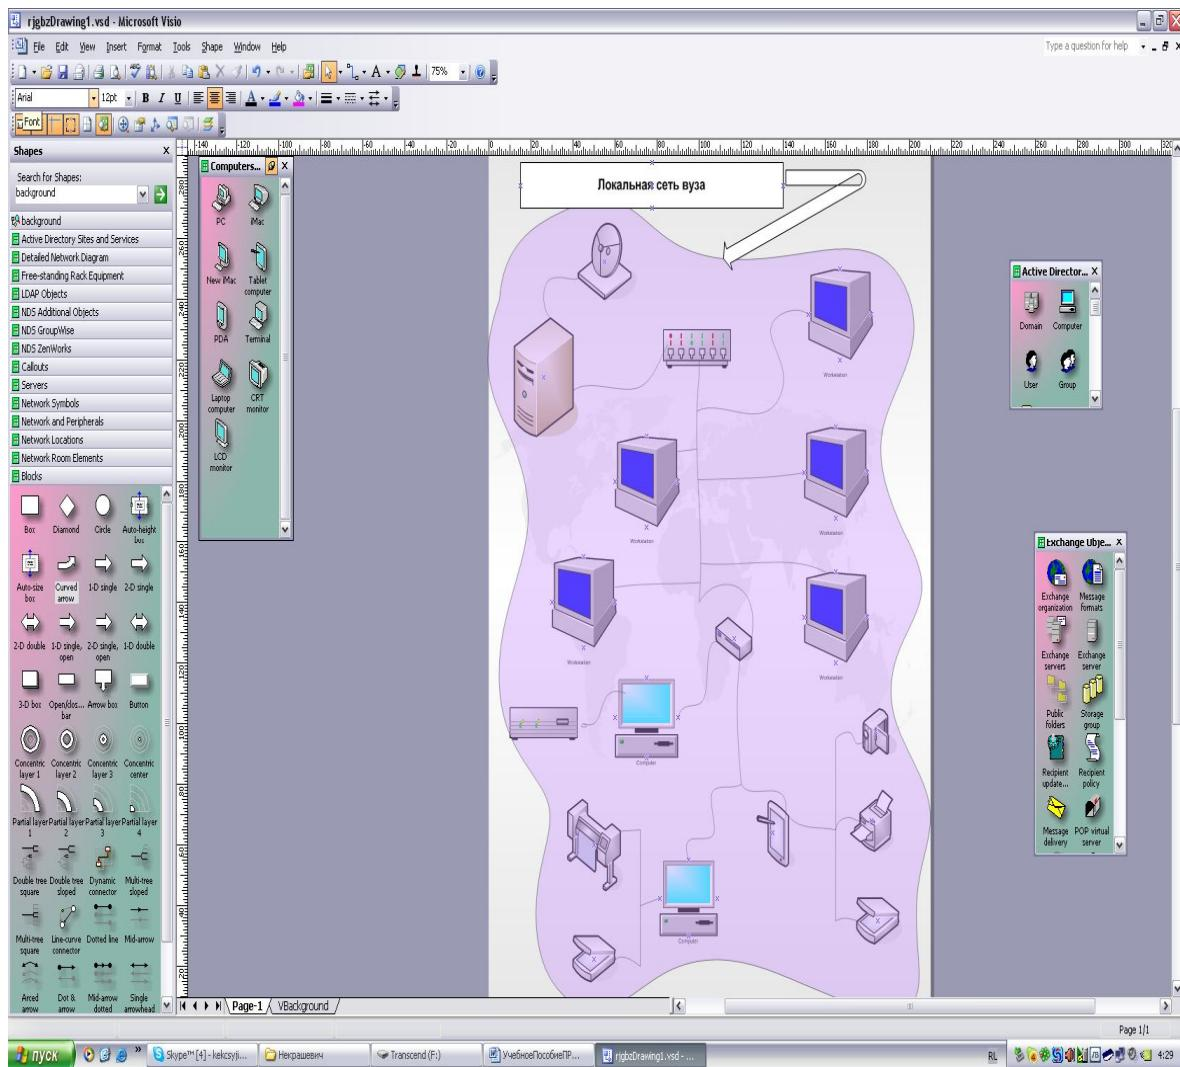

Рис.53. Образец рисунка в MS Visio.
Фигуры – это основа диаграмм. Первое, что обычно делают при создании рисунка, - размещают на листе фигуры. Уже потом их соединяют линиями, добавляют текст и прочие элементы оформления. Добавляют фигуры перетаскиванием в рабочую область рисунка. В рабочую область можно перетянуть сколько угодно фигур – их образец все равно останется на панели групп. Можно также в рабочей области разместить несколько панелей групп фигур, как это показано на рис. 53. Панели групп фигур (шайпов) открываются через команды: **File – Shapes** (Файл – Фигуры) или на
4. Создать рисунок по образцу, приведенному ниже (рис. 53).
6. Измените размеры фигур с помощью манипуляторов, измените форму двумерной фигуры (рис. 53, 55), используя желтые маркеры. Шейп **1-D single из документа** удалить.
13. Щелкните на кнопке **Text Tool** на стандартной панели инструментов (для отключения и включения инструментов из этой группы используйте кнопку). Перетягните указатель мыши, расширяя тем самым текстовый блок до необходимых размеров. Введите текст “Локальная сеть вуза” (рис. 53). Отформатируйте текст, используя панель инструментов форматирования: